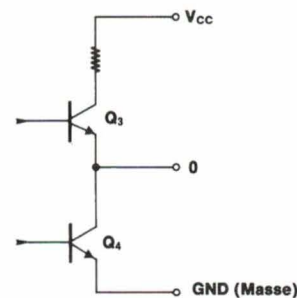

Fig. 9. — Etage de sortie 3 états. Le blocage simultané des transistors Q_3 et Q_4 , à l'aide d'une commande (E), crée l'état haute impédance.
- les sorties « 3 états » (fig. 9) adaptées à la transmission d'informations numériques sur une ligne omnibus. Les sorties des circuits sont branchées en parallèle sur la même ligne, mais les données ne sont transmises qu'à partir d'un seul circuit à la fois. Ces sorties présentent une faible impédance aux niveaux logiques haut et bas.